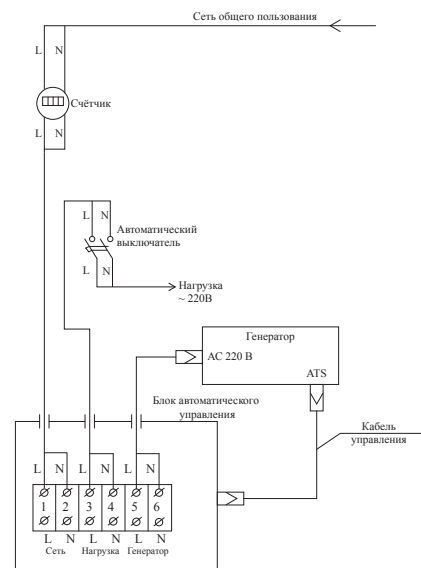

рис. 3
Как показано на рис. 3.
7.6.1 На прогревом до рабочей температуры двигателе вывинтите пробку для слива масла **12** (рис. 1, 2), под сливным отверстием разместите вспомогательную ёмкость. После прекращения истечения масла установите пробку на штатное место и затяните. Залейте масло в горловину, удалив шуп **11** (рис. 1) до нижнего края заливного отверстия (рис. 3). Проверьте уровень масла.